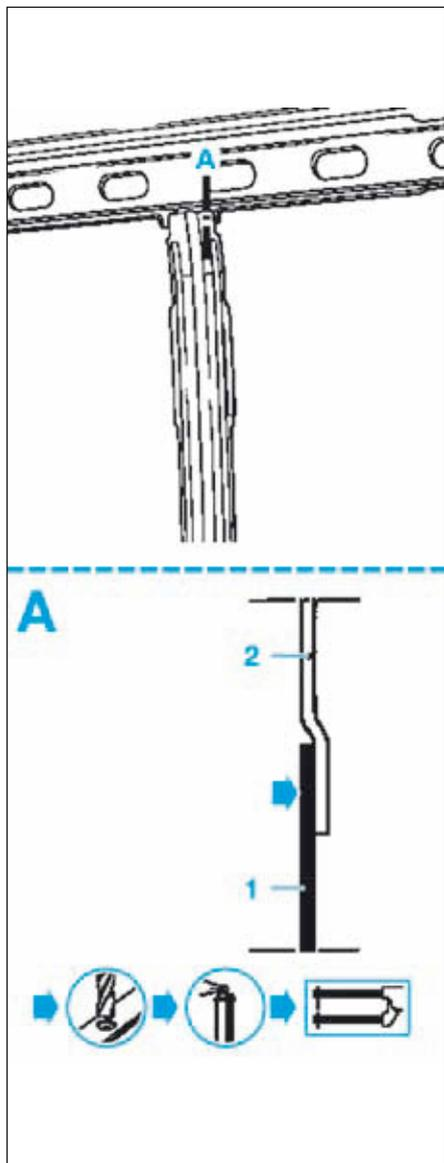
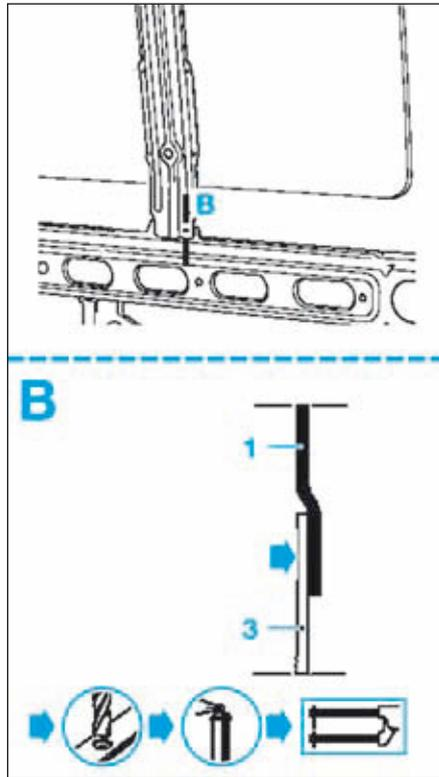

FIG.75
FIG.76
- Dépointer comme illustré (Fig.75) et (Fig.76).
- Tracer puis percer à l'aide d'un foret pour un soudage ultérieur par points (Fig.75) et (Fig.76).
- Souder par points électriques (Fig.75) et (Fig.76).